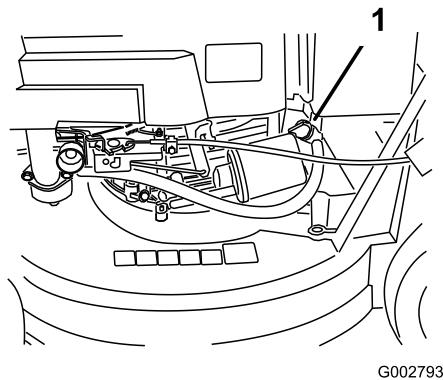

Figura 13
2. Abra la válvula de combustible (Figura 13).